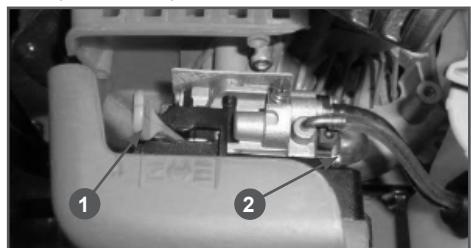

Рис. 12 Ручной топливный насос и рычаг управления воздушной заслонкой
3. Прокачайте топливо через карбюратор. Для этого нажмите (примерно 5-10 раз) на ручной топливный насос 2 (Рис. 12) до появления в насосе топлива и возникновения сопротивления при нажатии.
4. Закройте воздушную заслонку карбюратора. Для этого рычаг 1 управления заслонкой установите в крайнее левое положение (ЗАКРЫТО), как показано на Рис. 12.